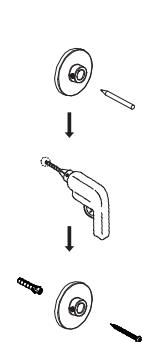

Figure 12
- c) Installer le support mural sur la position marquée (Figure 12). Couvrez la barre de douche thermostatique pour éviter la poussière.